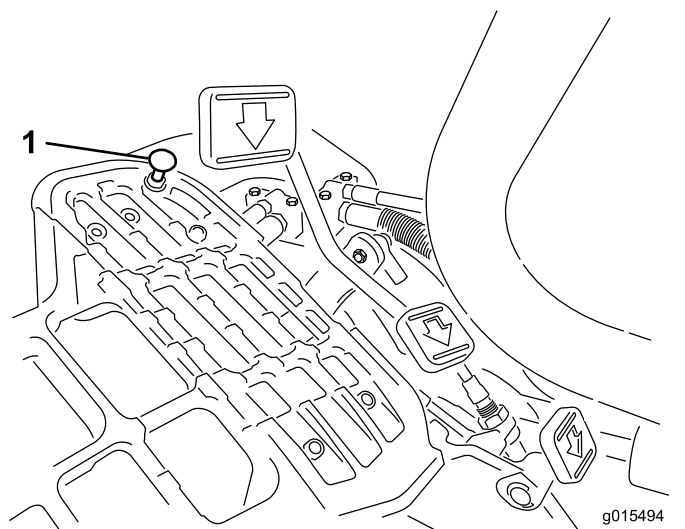

Figura 45
Per ottenere la velocità massima di trasferimento mettete la leva di comando delle funzioni in posizione di TRASFERIMENTO e premete il pedale di trazione. Se il pedale tocca il fermo (Figura 45) prima che avvertiate la tensione sul cavo, effettuate la seguente procedura di regolazione:
1. Spostate la leva di comando delle funzioni in posizione di TRASFERIMENTO e allentate il dado di bloccaggio che fissa il fermo del pedale alla piastra di appoggio (Figura 45).